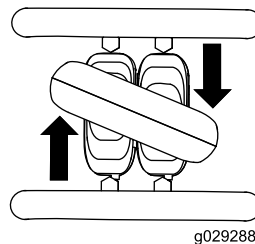

Рисунок 9
- Чтобы повернуть направо, поверните рычаг управления тягой по часовой стрелке (Рисунок 9).